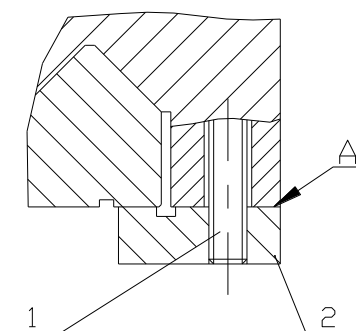
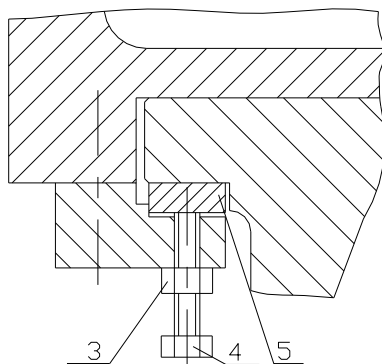

Fig.15.7.1
Fig.15.7.2
15.7 Spieleinstellung zwischen dem Bettschlitten und den Bettführungen. (Fig.15.7.1 und Fig.15.7.2)
Regulieren der Spielpassung seitens der „V“-führende (s. Fig.15.7.1)
REGULIERUNG DER SPIEFASSUNG VON DER SEITE DER „FLACHEN FÜHRENDE“ (s. Fig.15.7.2)